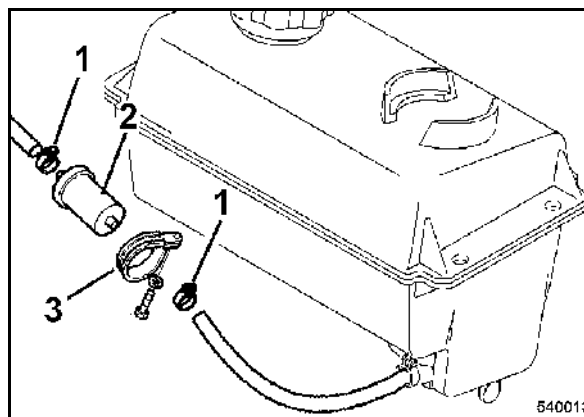

fig. 52
- Desserrer les colliers (1) (fig. 52) puis débrancher les tuyaux de carburant du filtre.
- Desserrer le collier (3) et retirer le filtre à carburant (2).